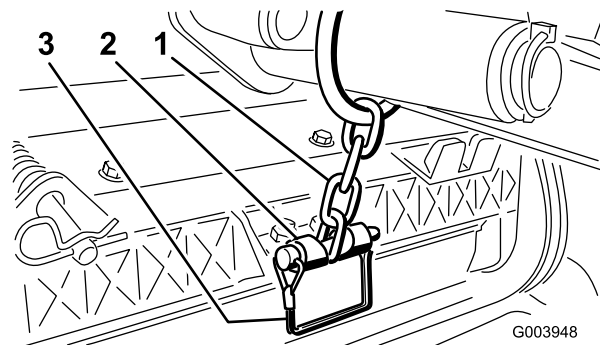

図 17
13. スナップピンを使って、昇降アームのチェーンを昇降アームに固定する（図 17）。カッティングユニットのオペレーターズマニュアルに従って、決められたリンクを使用すること。